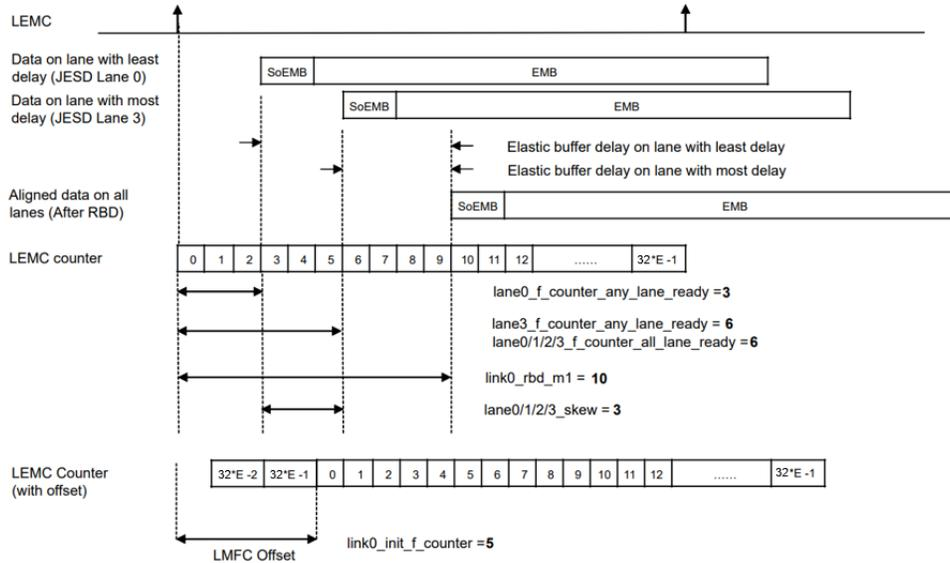

Figure 3. AFE80 JESD204C RBD 和 LEMC Counter 关系图
为了补偿 JESD204C 中不同 Lane 之间的偏差，JESD204C 接收侧含有一个 Buffer 可以将这些偏差吸收掉，并在同一时刻释放所有 Lane，从而保证数据对齐，如下图 3 所示。Buffer 的释放点由 RBD 决定。选择一个合适的 RBD 值能够保证系统在多次上电周期和温度周期内保证 JESD204C 的确定性延迟不变，从而保证系统的下行和下行-反馈 DPD 环路的时延不变。
AFE80 中的 JESD204C 模块运行时序是基于 LEMC counter 的计数器架构。结合上面示例和图 3 帮助读者理解 counter 的工作原理：
3. 默认情况下，LEMC counter 的起始点 0 和 LEMC 对齐。但是 AFE80 同时也支持在 Counter 的起始计数值上加入一个偏置让最早到达和最晚到达的 Lane 处于一个 LEMC 中，这样可以防止产生 RBD 相关的告警。具体的方式是通过寄存器 `link0/1_init_f_counter` 设置偏置或者通过配置中的系统参数 `jesdRxInitLmfcCounter` 在器件配置文件中进行修改。例如，当 `sysParams.jesdRxInitLmfcCounter = 5` 时，整个 LEMC counter 的计数值会发生 5 个单位的偏移，即 LEMC 的边沿与 $32*E-5$ 的 counter 值对齐，如图 3 所示。
下面以图 3 为例，解释在没有 counter 偏置时的情况下寻找最优 RBD 值的原理：